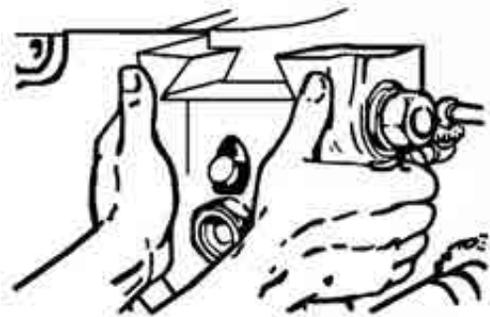

Fig. 6
2. Cuando se trata de ejes largos montados en el husillo principal se montan los dos soportes (Fig. 6).